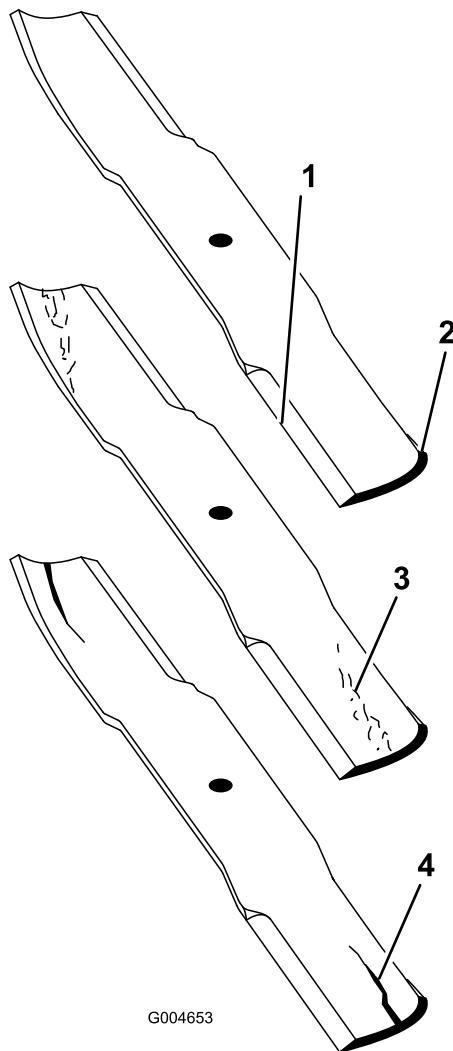

Figura 85
- Examine cuidadosamente as extremidades da lâmina, prestando especial atenção à zona onde se encontram as partes curvas e planas da lâmina (Figura 85).
Nota: A areia e os materiais abrasivos podem desgastar o metal entre as partes plana e curva da lâmina; por isso, verifique a lâmina antes de utilizar a máquina. Se verificar que esta zona se encontra desgastada (Figura 85), substitua a lâmina.